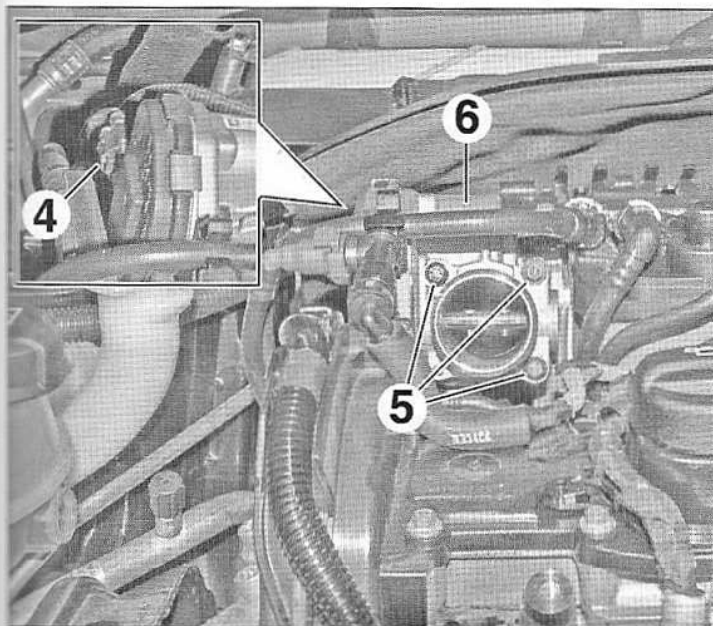

FIG.96
- Débrancher le connecteur (4) (Fig.96).
- les vis (5),
- le papillon motorisé (6).